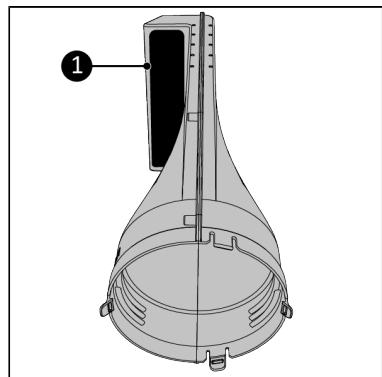

Figure 164.
4. Placez le Way-out devant vous. Assurez-vous que l'ouverture ronde soit en face de vous (Figure 164).
5. Assurez-vous que la sortie d'air (Figure 164, pos. 1) soit dirigée vers la gauche.